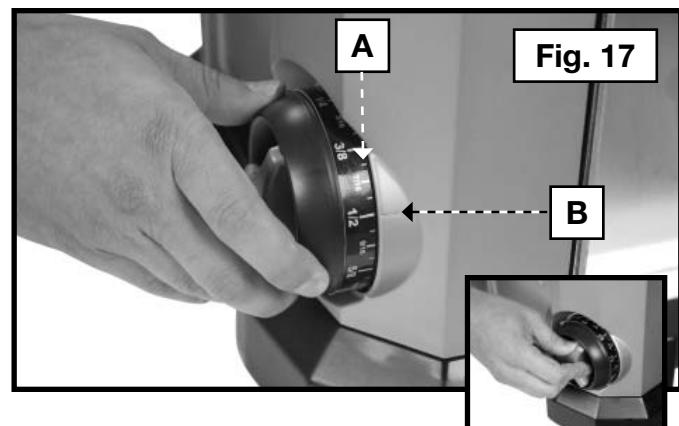

Fig. 17
La cepilladora cuenta con un tope de profundidad (A) Fig. 17 para cepillados repetitivos. Se puede seleccionar cualquier espesor entre 3,2 y 31,8 mm (1/8" y 1 1/4"), mediante la escala del tope de profundidad. Los retenes están marcados para las siguientes medidas: 3,2 mm (1/8"), 6,4 mm (1/4"), 12,7 mm (1/2"), 19,1 mm (3/4") 25,4 mm (1") y 31,8 mm (1-1/4").
2. Gire el dial en la parte delantera izquierda de la cepilladora, hasta que la configuración de espesor deseada quede alineada con la línea indicadora (B) Fig. 17.
3. Gire la rueda en el interior del calibrador para bloquear el calibrador en el lugar (Recuadro de la Fig. 17).